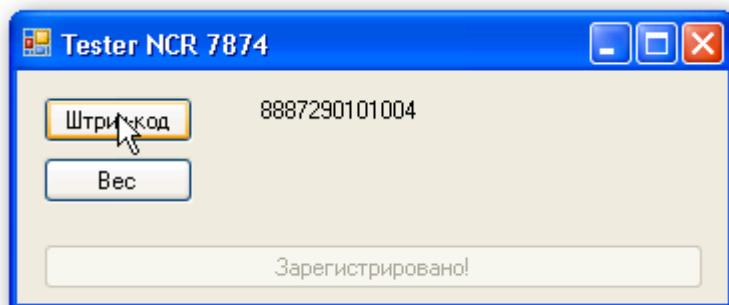

Рисунок 8 – Штрих-код «MacCoffee»
8. Перевіримо. Відсканувавши «MacCoffee» запитаємо штрих-код, рисунок 8.